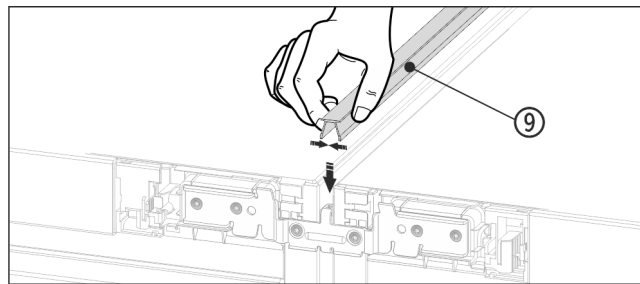

Fig. 19
- ▶ Wcisnąć krótką listwę zakrywającą Fig. 19 (9) na powierzchni górnej do szczeliny poziomej.